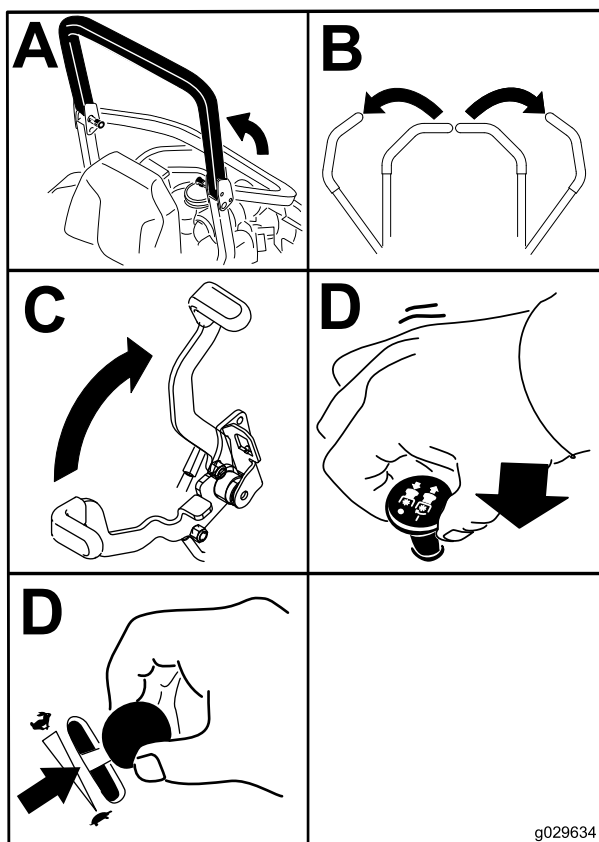

Figura 20
4. Mueva el mando de control de las cuchillas (TDF) a la posición de DESENGRANADO (Figura 20).